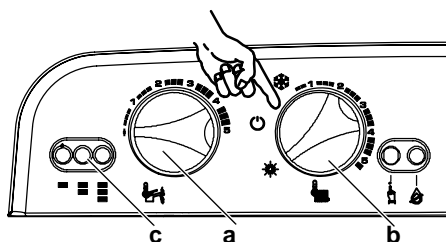

Fig. 2.3 Tablero de mandos sanitario/ calefacción
- 4 Gire el selector Selector de función/Manivela de regulación de la temperatura de calefacción **b** como se indica en la **Fig. 2.3**, el indicador luminoso **c** centellea por intermitencia de aproximadamente dos segundos.